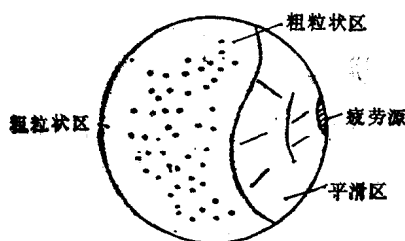

图 1-1 典型的疲劳断面
(2) 当静应力小于屈服极限 σ_s 或强度极限 σ_b 时, 不会发生静力破坏; 而交变应力在远小于静强度极限、甚至小于屈服极限的情况下, 疲劳破坏就可能发生。
(3) 静力破坏通常有明显的塑性变形发生; 疲劳破坏通常没有外在的(宏观的)显著的塑性变形迹象, 那怕是塑性(塑性就是材料在载荷作用终止后, 完全地或者部分地保留在载荷作用下所得变形的能力)良好的金属也这样, 就象脆性破坏一样, 事先不易觉察出来, 这就表明疲劳破坏具有更大的危险性。
(4) 在静力破坏的断口上, 通常只呈现粗粒状或纤维状特征; 而且在疲劳破坏的断口上, 总是呈现两个明显的区域。一部分是平滑的, 另一部分是粗粒状或纤维状的, 见图 1-1。因为疲劳破坏, 它首先在某一点产生微小的裂纹, 这个裂纹的起点叫做“疲劳源”。裂纹从疲劳源开始, 逐渐